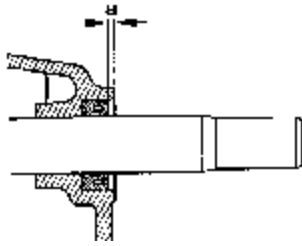

图 9-60 密封垫圈安装位置
(5) 密封垫圈的安装位置应满足图 9-60 中所示 $a=1\text{mm}$ 。